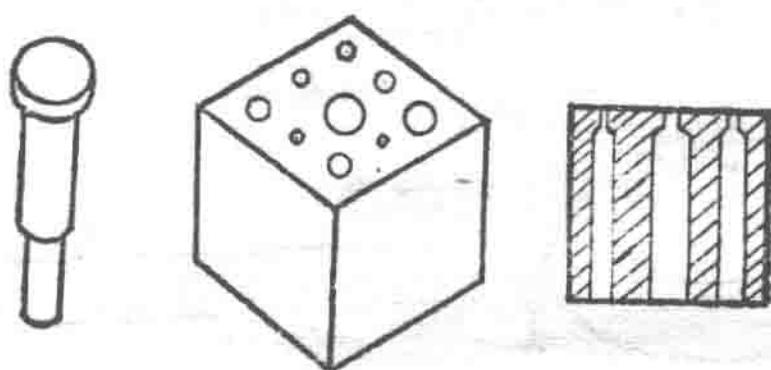

图 1-9 冲墩
**冲墩**（图 1-9）：如果有条件，可以自己做，找一块三厘米左右的方钢块，在上面先钻三排大孔，大孔留下约 2~2.5 毫米别钻透，然后在那里钻出直径 1~5 毫米的各种小孔。再做一个能够插在中间那个孔中的砧头，用作缩小闹钟条轴孔等的衬垫。如果没有条件自制，可以买一个现成的，或找一块上面有孔并且表面平整的钢块代用。